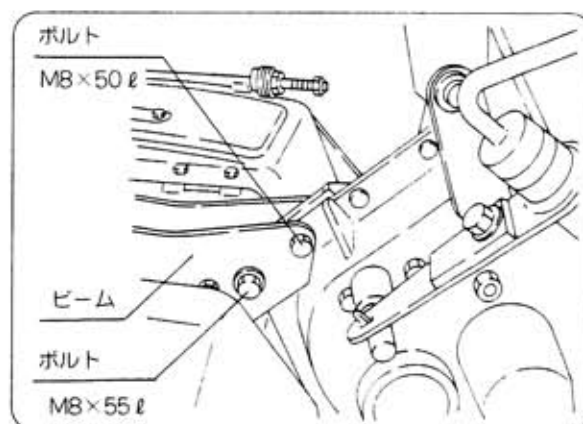

図54
- 1 ビーム取付ボルト2本 (M8×50ℓ、M8×55ℓ 各1本) のナットをゆるめてください。(図54)